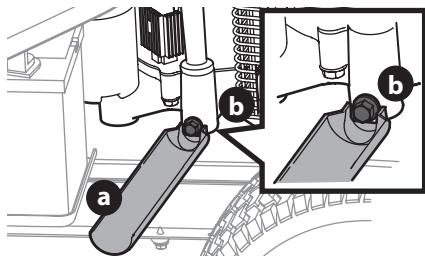
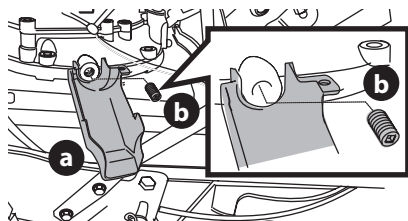

Figura 7
Figura 8
5. Encaje a presión el extremo pequeño del manguito de drenaje de aceite (a) en el espacio previsto alrededor del tapón de drenaje de aceite (b). Consulte la Figura 7 o la Figura 8 para los dos posibles manguitos de drenaje de aceite y consulte la imagen correspondiente para su cortacésped.